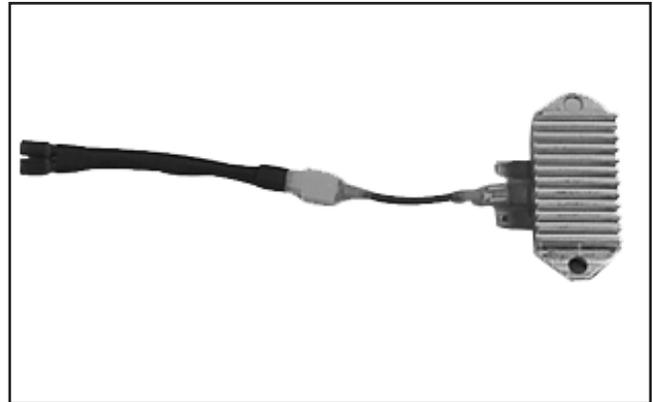

Abbildung 8-28.
1. Den Adapter des Einzelleiters zwischen dem Endverschluss B+ (mittig) des getesteten Gleichrichter-Reglers und dem vierkantigen einzelnen Ende des Tandemadapterleiters anschließen. Siehe Abbildung 8-28.